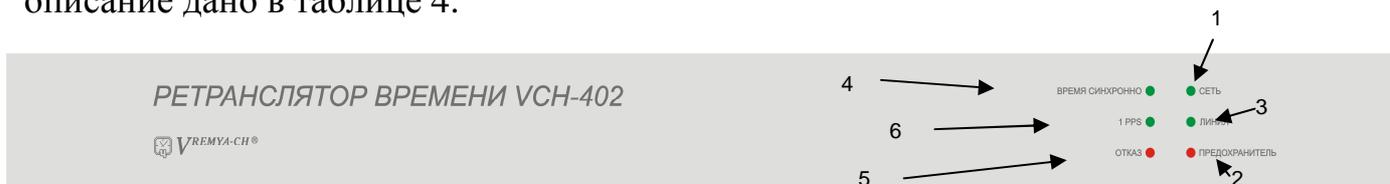

Рис.3 Вид передней панели Ретранслятора времени VCH-402
- 2.3.1. Перед началом работы внимательно прочитайте настоящее руководство по эксплуатации, изучите расположение органов индикации и подключения VCH-402 (рис. 3,4) и их назначение (табл. 4,5).